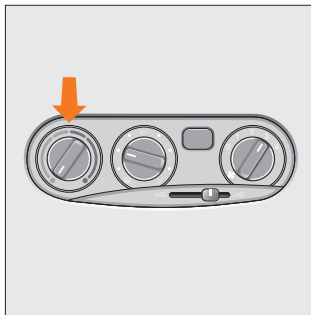

Рис. 51. Левый поворотный переключатель
**Левый поворотный переключатель: Температура** (рис. 51).